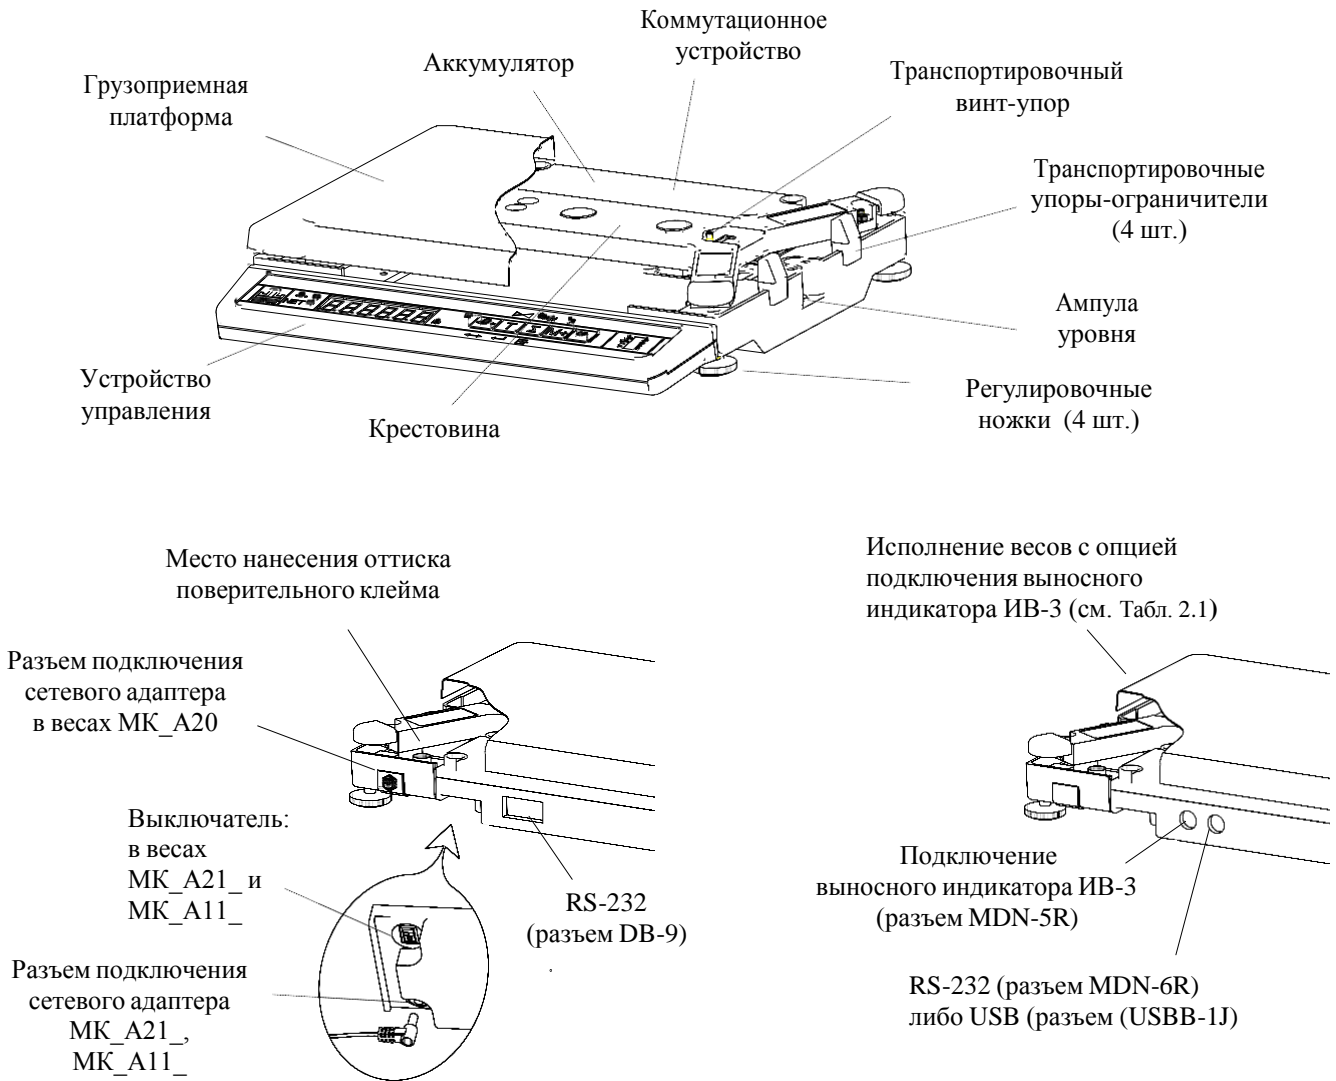
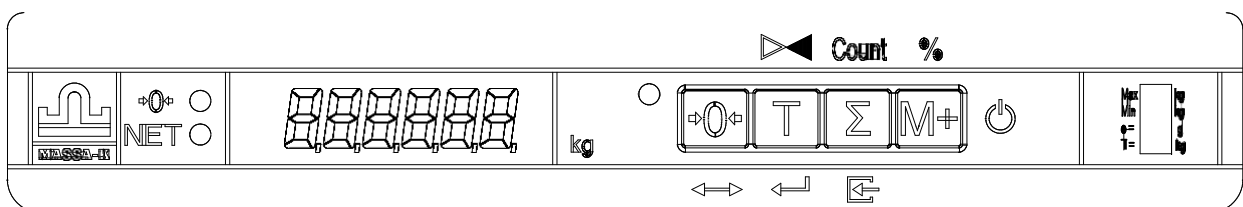

Рис. 5.1 – Весы МК_А_
Рис. 5.2 – Лицевая панель весов
Конструкция весов представлена на Рис. 5.1. Расположение элементов индикации и кнопок клавиатуры приведено на Рис. 5.2.
6.2 Снять грузоприемную платформу с весов и убрать транспортировочные упоры-ограничители (Рис. 5.1).